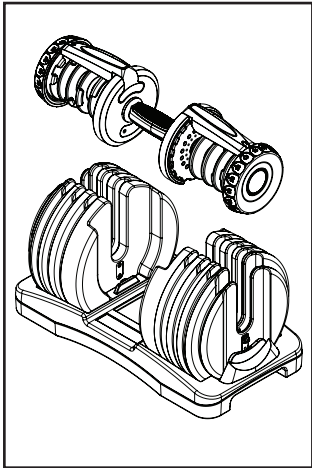

Figura 2
2. Debería poder sacar el asa de la base dejando atrás todos los discos de peso (Figura 2).